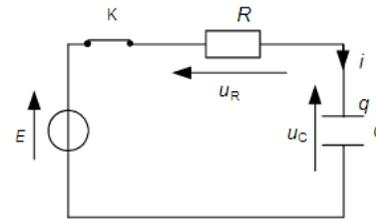

Figure 5. Schéma du circuit simplifié
À un instant $t = 0$ pris comme origine des dates (tube fluorescent éteint, condensateur déchargé), l'interrupteur K est fermé. Le circuit précédent peut être simplifié selon le schéma de la **figure 5** ci-dessous car le tube fluorescent se comporte comme un interrupteur ouvert.
- 1.3.2. Donner l'expression de la constante de temps τ pour le circuit de la **figure 5**. Calculer sa valeur.